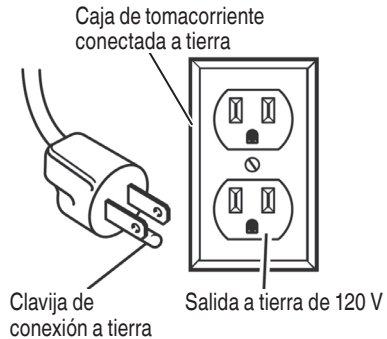

Fig. 1
- Este producto es para ser utilizado en un circuito de 120 V nominal y tiene un enchufe de puesta a tierra similar al enchufe ilustrado en la Fig. 1. Simplemente conecte el producto en una toma que tenga la misma configuración que el enchufe. No utilice un adaptador con este producto.